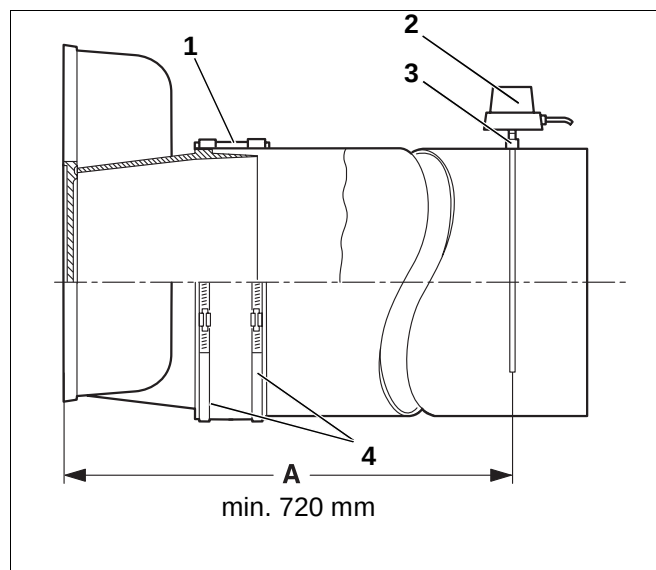

Fig. 33 Montasje – røykgassrør
Vi anbefaler å bruke en røykgassrør-tetningsmansjett (fig. 33, pos. 1).
- Sett låsebåndene (fig. 33, pos. 4) på røykgassrørtetningsmansjetten. Det ene låsebåndet må trykke mot stussen til røykgassamleren og det andre mot røykgassrøret.
- Sveis muffen (fig. 33, pos. 3) inn i røykgassrøret i en avstand på $2 \times$ røykgassrørdiameteren (A) – min. 720 mm – fra røykgassamleren.
- Monter røykgass-temperaturføleren (fig. 33, pos. 2) som beskrevet i den separate monteringsanvisningen.